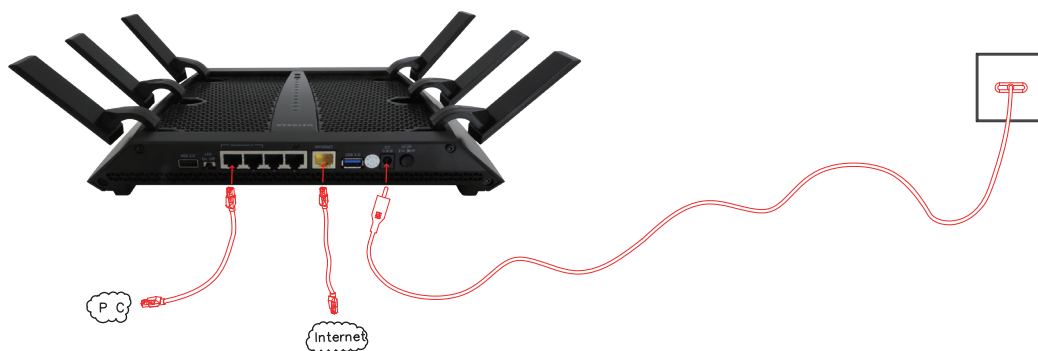

图4
(4) 如有需要，用网线连接矩阵的WAN端口，另一端连接到Internet，如下图4。